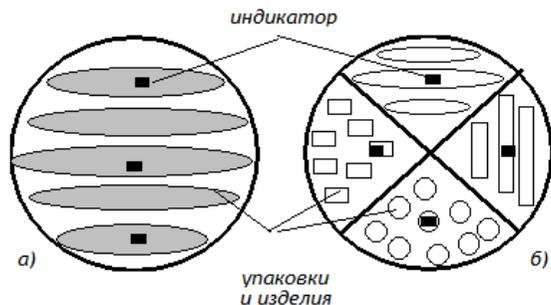

Рис.2 Схема расположения индикаторов в стерилизационной коробке при видовой и целенаправленной закладках (а), при секторальной закладке изделий (б)
- между складками или слоями изделий из паронепроницаемых материалов (полимерные плёнки, клеёнка). В индивидуальную упаковку с трудностерилизуемыми изделиями (одноразовые упаковочные пакеты и свёртки) помещают не менее одного индикатора. В стерилизационную коробку (бикс) при видовой и целенаправленной закладке с трудностерилизуемыми изделиями помещают не менее трёх индикаторов: один в середину изделия в центре стерилизационной коробки и два в середину изделия, находящегося у стенок (рис.2, а). При секторальной закладке изделий (рис. 2, б) в каждый сектор помещают не менее одного индикатора в середину трудностерилизуемого изделия.